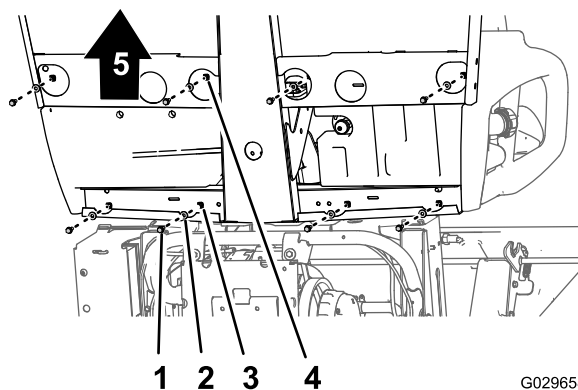

Рисунок 45
2. Осторожно поднимите сиденья, основание сиденья и тросы стояночного тормоза с автомобиля (Рисунок 45).
1. В нижней части автомобиля удалите 8 болтов с фланцевыми головками и 8 шайб, которые крепят основание сиденья к панели пола и заднему швеллеру кабины (Рисунок 45).
1. Поднимите сиденья и основание сиденья для установки на автомобиль и совместите тормозные тросы с ходовой частью (Рисунок 45 и Рисунок 46).
2. Совместите отверстия в основании сиденья с отверстиями в панели пола и заднем швеллере кабины (Рисунок 45 и Рисунок 46).